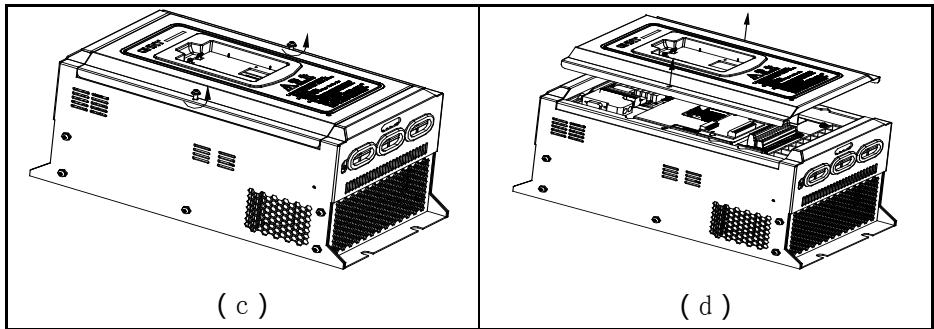

图 2.8 钣金壳体操作面板的拆卸和安装
将中指放在操作面板上方的手指插入孔，轻轻按住顶部弹片后往外拉，如图 2.8(a)所示；然后拔掉网线接头，将操作面板轻轻取出即可，如图 2.8 (b) 所示。
操作面板拆卸后，将上盖两边的螺钉按逆时针方向旋转，如图 2.8 (c) 所示。
拆下螺钉后，将上盖取下，如图 2.8 (d) 所示。
- 1) 如图 2.8 (d) 所示，先将上盖按照图相反的方向卡到壳体上；
- 2) 如图 2.8 (c) 待上盖放置在壳体上之后，将两边的松不脱螺钉顺时针方向拧紧即可。
- 1) 如图 2.8 (b) 所示，将网线插头插入到操作面板上；
- 2) 如图 2.8 (a) 所示，将操作盒斜着放到安装板上，轻轻的往后推，安装孔卡入到卡梁上后再将操作盒轻轻的往下压，卡到位即可。